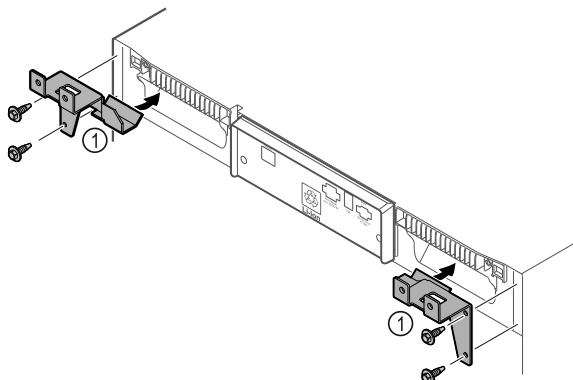

Fig. 10
- Monte las piezas de sujeción Fig. 10 (1) en el electrodoméstico con tornillos autorroscantes.